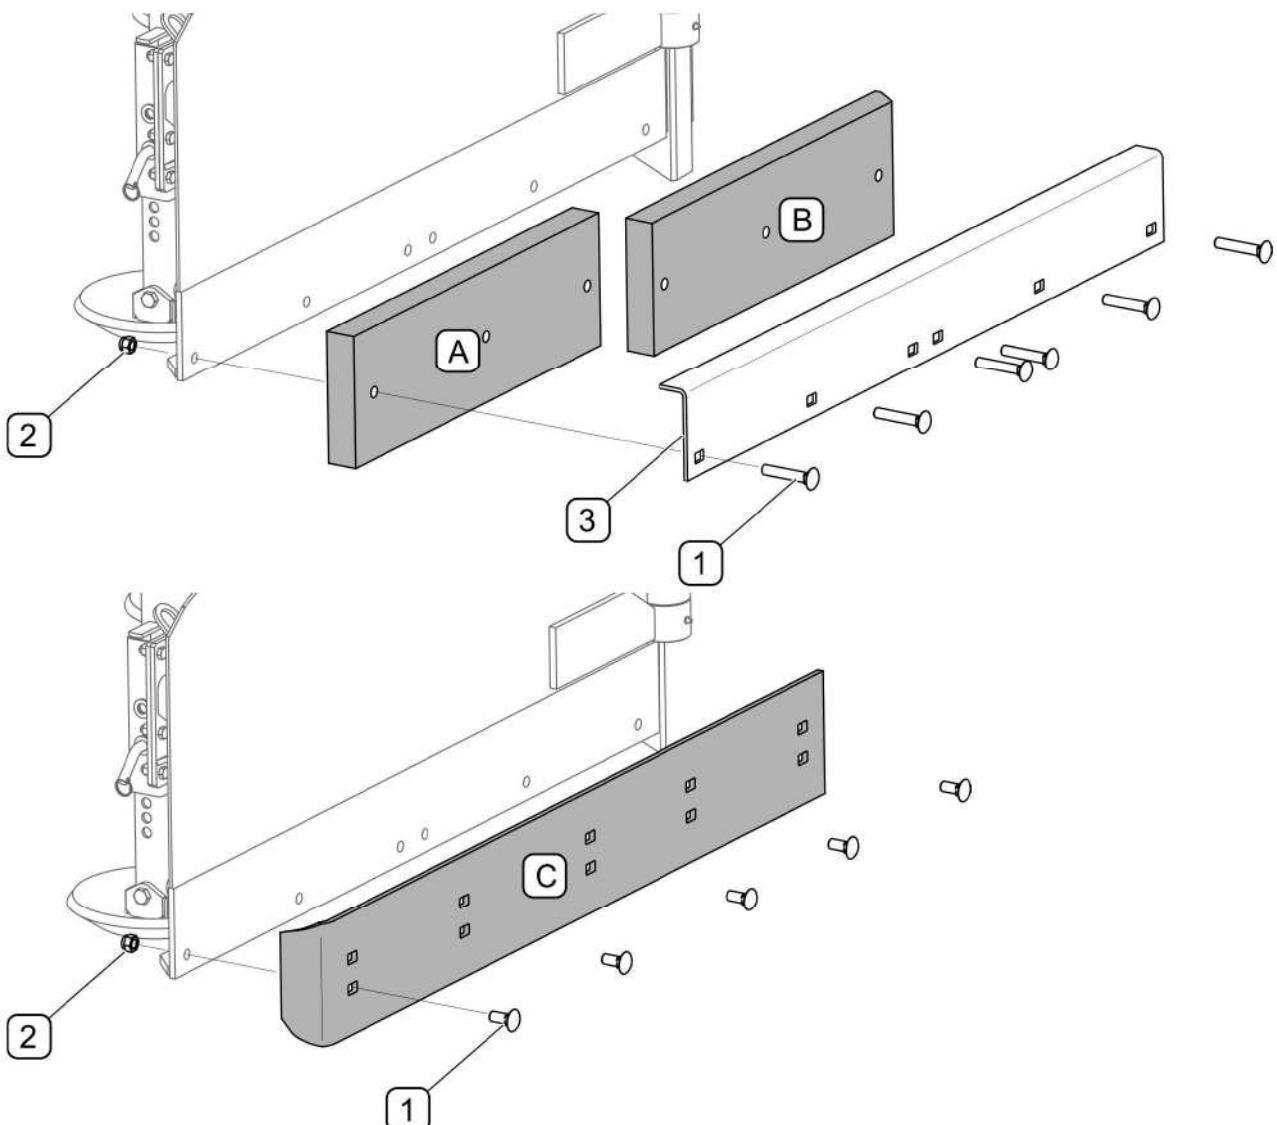

РИСУНОК 5.1 Замена нижней кромки отвала
Резиновая нижняя кромка отвала состоит из двух сегментов (A,B) (РИСУНОК 5.1). Для того, чтобы демонтировать сегменты кромки, нужно отвинтить гайки (2), вынуть болты (1) и снять прижимную планку (2). Монтаж производится в обратной очередности.